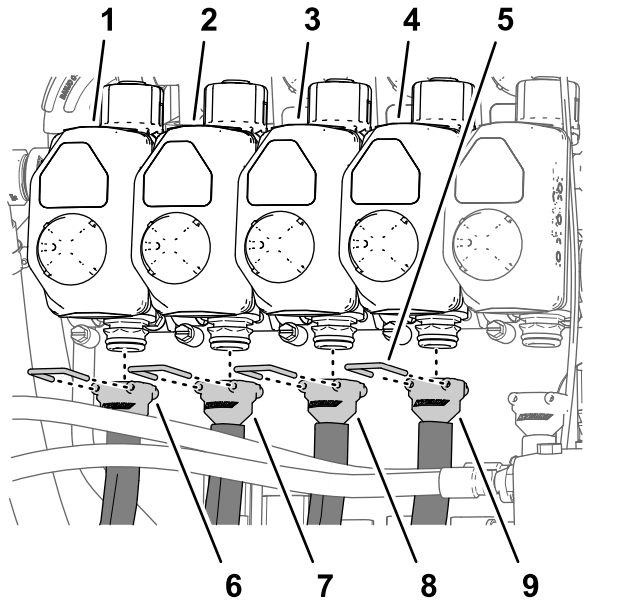
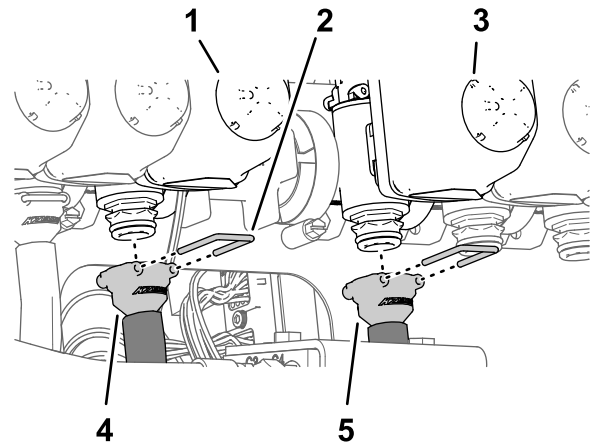
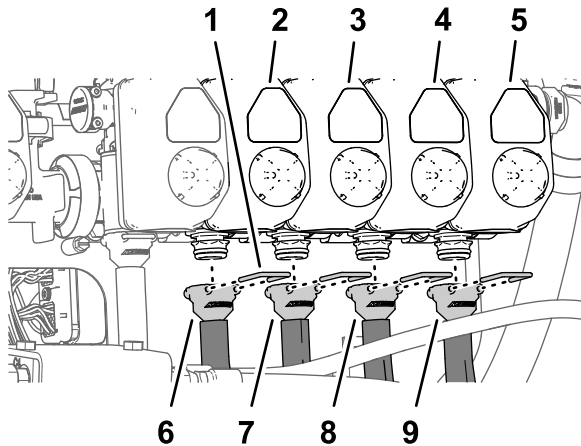

Figura 126
Figura 127
Figura 128
Nota: Fate riferimento a Figura 126 in Montaggio dei flessibili sulle valvole degli ugelli 1-4 (pagina 62), Figura 127 in Montaggio dei flessibili sulle valvole degli ugelli 5 e 6 (pagina 62) e Figura 128 in Montaggio dei flessibili sulle valvole degli ugelli 7-10 (pagina 63) per le posizioni delle valvole degli ugelli.
1. Montate il raccordo dentellato diritto di un flessibile di alimentazione da 279 cm sull'accoppiatore della valvola dell'ugello 1 (Figura 126).
2. Fissate il raccordo dentellato all'accoppiatore con un fermo (Figura 126).
3. Montate il raccordo dentellato diritto di un flessibile di alimentazione da 234 cm sull'accoppiatore della valvola dell'ugello 2 (Figura 126).
4. Fissate il raccordo dentellato all'accoppiatore con un fermo (Figura 126).
5. Montate il raccordo dentellato diritto di un flessibile di alimentazione da 188 cm sull'accoppiatore della valvola dell'ugello 3 (Figura 126).
6. Fissate il raccordo dentellato all'accoppiatore con un fermo (Figura 126).
7. Montate il raccordo dentellato diritto di un flessibile di alimentazione da 188 cm sull'accoppiatore della valvola dell'ugello 4 (Figura 126).
8. Fissate il raccordo dentellato all'accoppiatore con un fermo (Figura 126).
1. Montate il raccordo dentellato diritto di un flessibile di alimentazione da 81 cm sull'accoppiatore della valvola dell'ugello 5 (Figura 127).
2. Fissate il raccordo dentellato all'accoppiatore con un fermo (Figura 127).
3. Montate il raccordo dentellato diritto di un flessibile di alimentazione da 81 cm sull'accoppiatore della valvola dell'ugello 6 (Figura 127).
4. Fissate il raccordo dentellato all'accoppiatore con un fermo (Figura 127).
1. Montate il raccordo dentellato diritto di un flessibile di alimentazione da 188 cm sull'accoppiatore della valvola dell'ugello 7 (Figura 128).
2. Fissate il raccordo dentellato all'accoppiatore con un fermo (Figura 128).
3. Montate il raccordo dentellato diritto di un flessibile di alimentazione da 188 cm sull'accoppiatore della valvola dell'ugello 8 (Figura 128).
4. Fissate il raccordo dentellato all'accoppiatore con un fermo (Figura 128).
5. Montate il raccordo dentellato diritto di un flessibile di alimentazione da 234 cm sull'accoppiatore della valvola dell'ugello 9 (Figura 128).
6. Fissate il raccordo dentellato all'accoppiatore con un fermo (Figura 128).
sull'accoppiatore della valvola dell'ugello 10 (Figura 128).
8. Fissate il raccordo dentellato all'accoppiatore con un fermo (Figura 128).